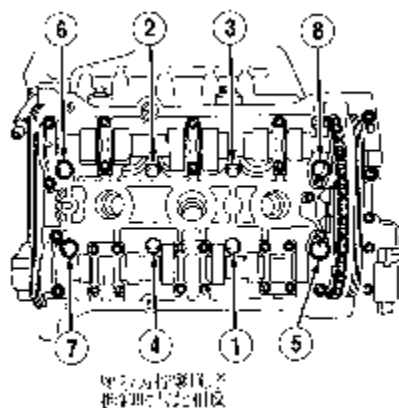

图 6-5 识别气缸盖螺栓拧紧顺序
(1) 释放燃油压力。断开蓄电池负极电缆。拆下发动机罩。拆下发动机挡泥板。
(2) 从散热器放出冷却液。从发动机上拆下冷却液泄放塞。拆下带质量空气流量(MAF)传感器的进气软管与节气门控制模块。断开加速踏板拉索。
(3) 断开所有必要的电气与真空连接以便于气缸盖拆卸。拆下歧管后面的进气歧管固定板。用一个扳手顺时针旋转带张紧器并安装一个楔铁保持住。拆下带筋传动带，拆下正时带。
(4) 断开排气歧管连接件。从变速器支架上拧下排气系统螺栓。断开供油管与回油管，拆下喷油器线束接头，从进气歧管拧下燃油共轨螺栓。将燃油共轨与喷油器作为一个总成拆下。
(5) 拧下点火线圈支架螺栓并放在一旁。拆下进气歧管，拆下进气歧管下的二次空气系统连接管，拆下气缸盖后面的冷却液管螺栓。
(6) 从气缸盖前面拆下正时带防护罩。在气缸盖前面拧下冷却液管螺栓。拆下气缸盖罩，按与安装相反的顺序拆下气缸盖螺栓（见图 6-5）。
安装气缸盖垫片，有 TOP（上）标记或零件号的一面朝上。确保气缸体上缸盖螺栓盲孔内没有机油或冷却液。安装新的气缸盖螺栓并依次拧紧气缸盖螺栓（见图 6-5）。拧紧螺栓至规定值。